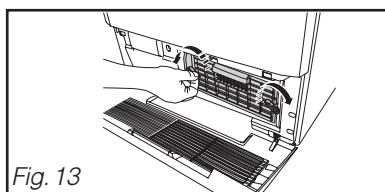

Fig. 13
- Abra el condensador (Fig. 13).